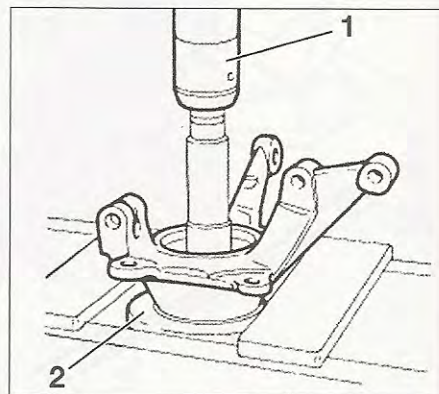

FIG. 12
- Con una prensa (1), desmontar el cubo de rueda (2) con el anillo interno del rodamiento (fig. 12).